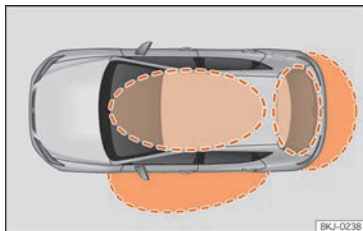

Fig. 137 Sistema di chiusura e avviamento senza chiave Keyless Access: Zone vicine.
Keyless Access è un sistema di chiusura e avviamento senza chiave con il quale è possibile sbloccare e bloccare il veicolo senza utilizzare attivamente la chiave dello stesso. A tal fine, occorre soltanto che vi sia una chiave del veicolo valida nell'area di rilevamento corrispondente al tentativo di accesso al veicolo » **fig. 137** e toccare una delle superfici sensibili delle maniglie delle porte » **fig. 138** » **❶**.
In presenza di una chiave valida in una delle zone prossime » **fig. 137**, il sistema di chiusura e avviamento senza chiave Keyless Access conferisce a tale chiave diritti di accesso non appena si tocca una delle superfici sensibili della maniglia della porta del conducente. In seguito, sono possibili le seguenti funzioni senza dover usare attivamente la chiave del veicolo:
Quando il veicolo è bloccato, il portellone posteriore si sblocca automaticamente durante l'apertura se nella sua zona prossima » **fig. 137** si trova una chiave del veicolo valida.